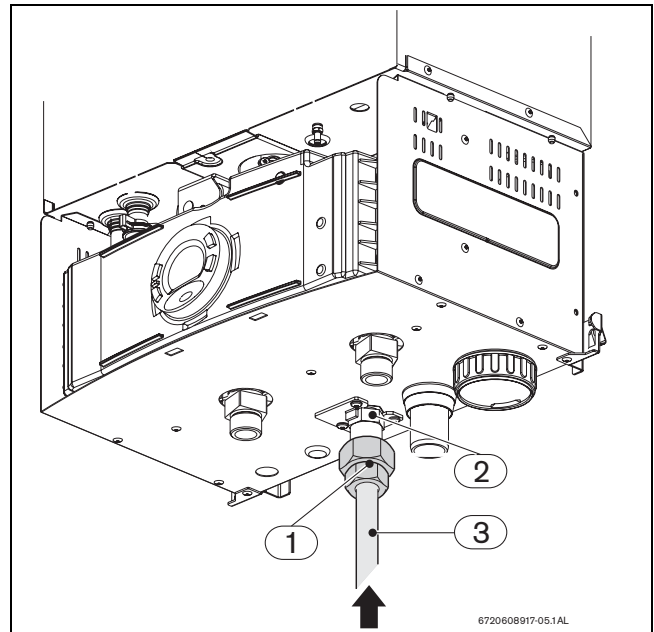

Fig. 28 Collegamento tubo di adduzione gas
Stringere il dado (Fig. 28, pos.1) presso il filetto di entrata gas (Fig. 28, pos. 2) e realizzare il collegamento saldato tra il tubo (Fig. 28, pos. 3) e la rete di erogazione